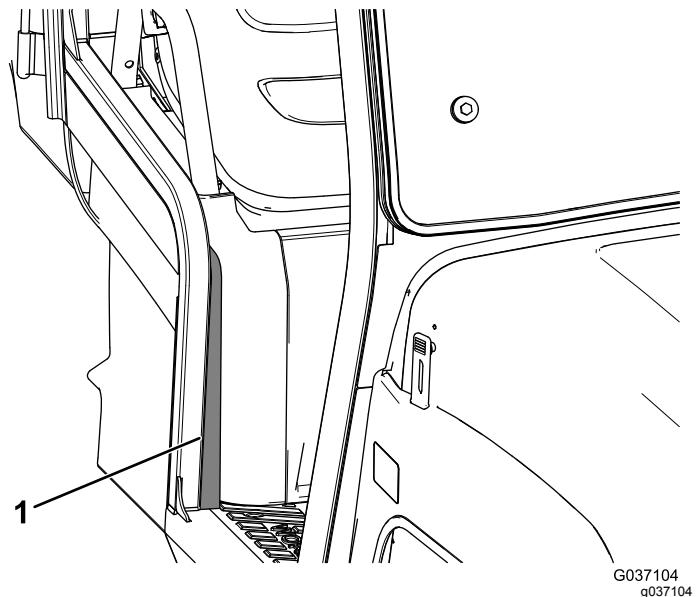

Figure 16
- Retirez la bande au dos du joint mousse et fixez le joint sur le côté droit de la machine (Figure 16).